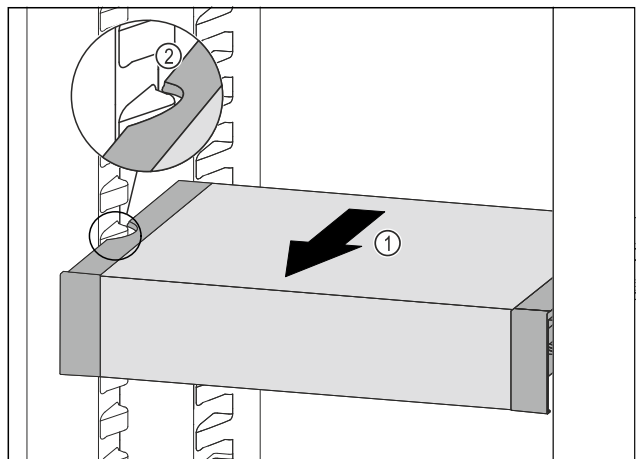

Fig. 116
- ▶ Потягнути VarioSafe вперед Fig. 116 (1), поки бокові заглиблення VarioSafe не опиняться на рівні ребра для ємності в охолоджувальному відділенні. Fig. 116 (2)